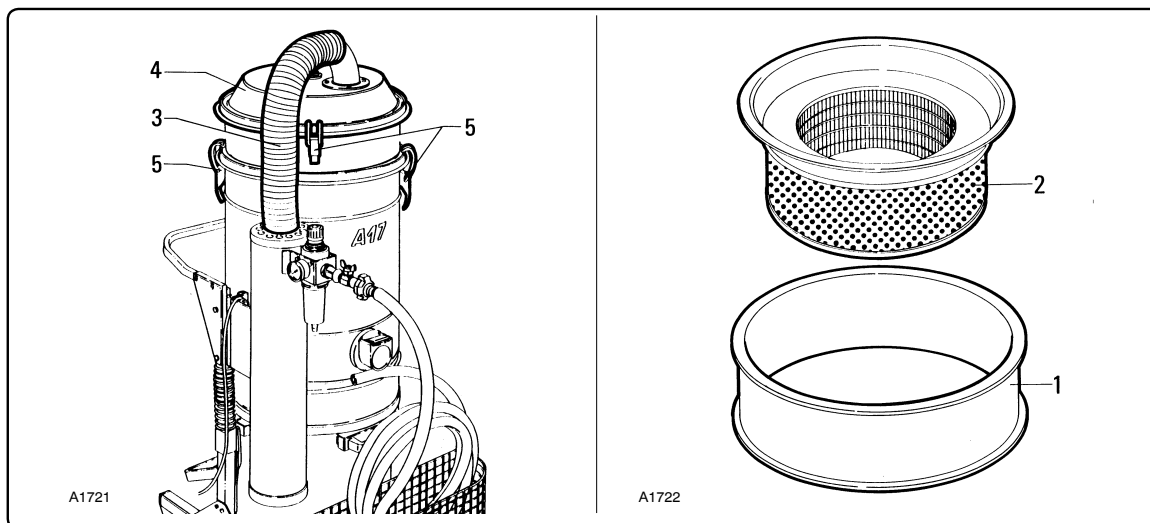

Рис. 6.8.1
Это пылесос категории C с установленным абсолютным фильтром «2», как показано на рис. 6.8.1.
6.8 - Установка абсолютного фильтра «К1» (рис. 6.8.1)
- Снимите соединительный шланг «3» (рис. 6.8.1).
- Подключите более длинный, чем предыдущий, всасывающий шланг «3» (рис. 6.8.1).